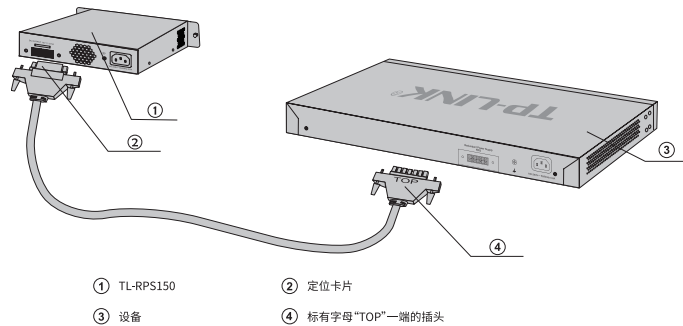

图3-8 连接设备和TL-RPS150示意图
3. 使用TL-RPS150中配送的直流电源线连接设备和TL-RPS150。如图3-8所示, 直流电源线的其中一端插头上标有字母“TOP”, 另一端插头上则带有一个定位卡片。请将标有字母“TOP”的一端插到设备的RPS输入接口, 而带有定位卡片的一端插入TL-RPS150的直流输出接口。操作时应注意将两端插头中带字母“TOP”和带定位卡片的一面朝上。